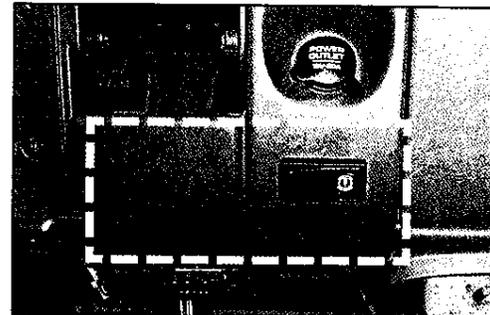

Figura 1
- Instale el tubo de conducción que conecta el filtro de la caja de aire al extremo del turbocargador. Asegure la abrazadera. (Vea figura 1 en la página 3).
La plantilla en el siguiente dibujo le ayudará en determinar la localización en los Camiones Dodge Ram con motor ISB5.9 de Cummins. Para determinar el lugar del orificio del interruptor, corte la plantilla siguiendo las líneas cortadas. Alinee la plantilla sobre las planchas indicadas por las líneas cortadas en la Figura 1, ajustando la plantilla con cinta.